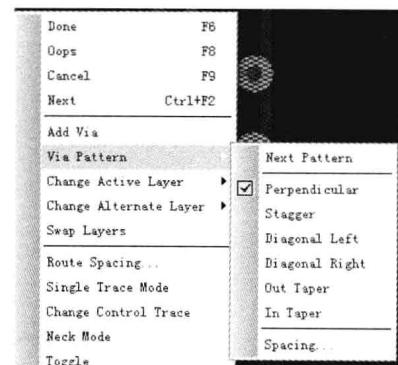

图 1-4-7 群组布线导通孔类型选择
2) 群组布线导通孔模式 (Group Route Via Patterns) 群组布线过程中，添加导通孔时可以选择导通孔的类型 (via pattern)。16.5 版本提供了 6 种导通孔类型，如图 1-4-7 所示。